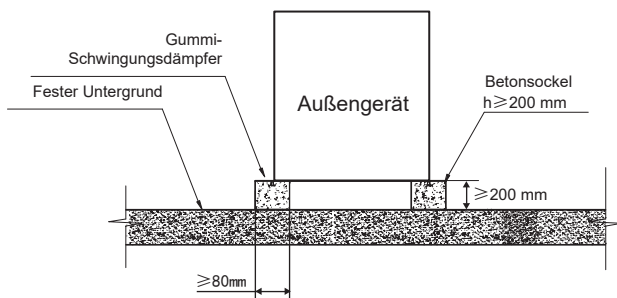

Abb. 4-3 Vorderansicht der Sockelkonstruktion
- 4) Eine typische Ausführung eines Betonfundaments ist in Abb. 4-3 dargestellt. Eine typische Betonzusammensetzung besteht aus 1 Teil Zement, 2 Teilen Sand und 4 Teilen Splitt sowie Stahlbewehrung. Die Kanten des Sockels sollten abgeschrägt sein.